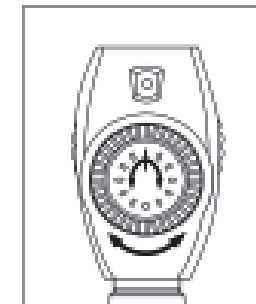

Fig. 7
4.5. Selecione uma das 6 aberturas girando o seletor - Fig.7 :